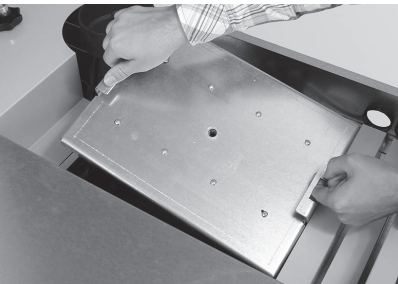
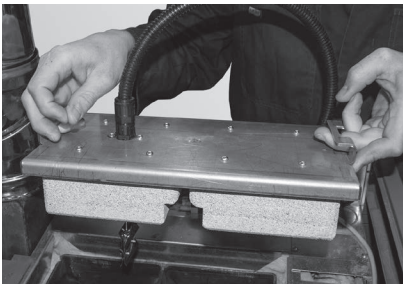

Fig. 66 Deckel herausheben
Fig. 67 Deckel herausheben, Kabel **NICHT** abstecken – Pelletskessel mit elektrostatischem Staubabscheider
► Deckel herausheben, bei Pelletskessel mit elektrostatischem Staubabscheider Kabel **NICHT** abstecken, sondern Deckel vorsichtig zur Seite legen – Fig. 66, Fig. 67.